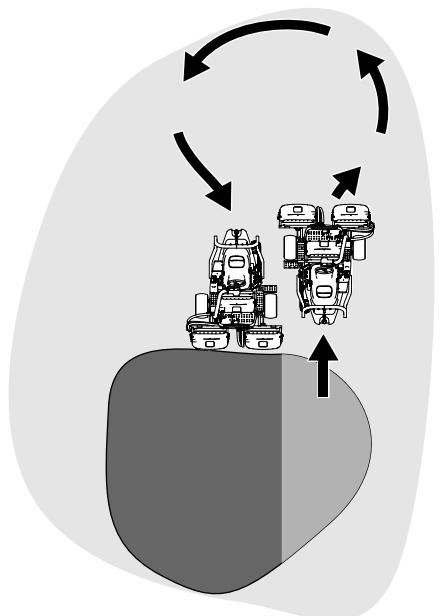

图22
- 要缩短下一趟剪草的操作时间并方便剪出直线应轻轻朝相反方向转动机器然后再转向未剪部分。此动作是一个泪滴状的转弯图22可将机器快速对齐进行下一趟剪草。